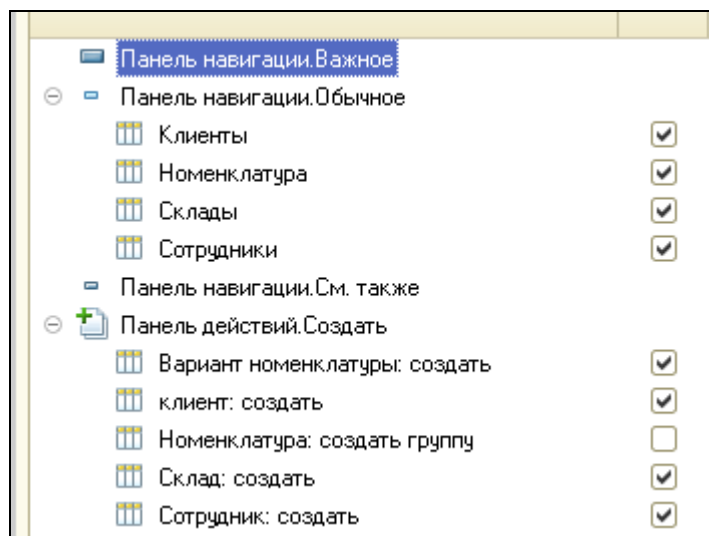

Рисунок 10.6 Основные элементы интерфейса подсистемы Общие.
2. Нажать на кнопку **Командный интерфейс**. Настроить командный интерфейс по образцу (рис. 10.6)